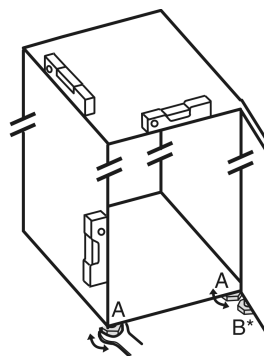

Fig. 46
- ▶ Az állítható lábakat Fig. 46 (A) a mellékelt villáskulccsal és egy vízmérce segítségével csavarja ki addig, amíg a készülék szilárdan és egyenesen be nincs igazítva.
- ▶ A csapágybak állítható lábát Fig. 46 (B) a mellékelt villáskulccsal csavarja ki úgy, hogy a padlón fekdüdjön.
- ▶ Az állítható lábat Fig. 46 (B) forgassa tovább 90°-kal.